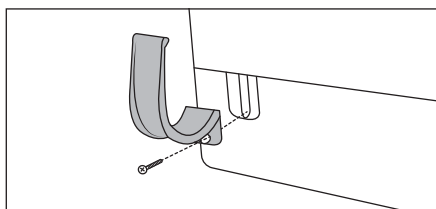

Fig. 1
- ◆ Vissez le support de flexible **16** sur l'appareil (voir fig. 1).